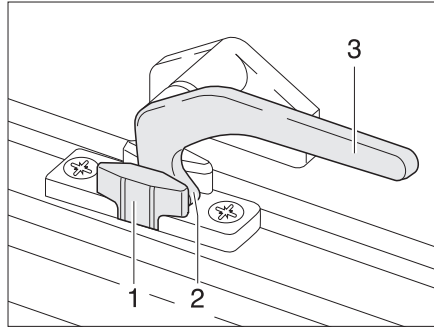

Fig. 62 Levier de verrouillage en position "Aération permanente"
- En position "Aération permanente" (Fig. 62)
- Tourner le levier de verrouillage d'un quart de tour vers le cadre de la fenêtre. Le tenon de verrouillage (Fig. 62,2) doit pénétrer alors dans le logement prévu à cet effet dans le verrouillage de fenêtre (Fig. 62,1).